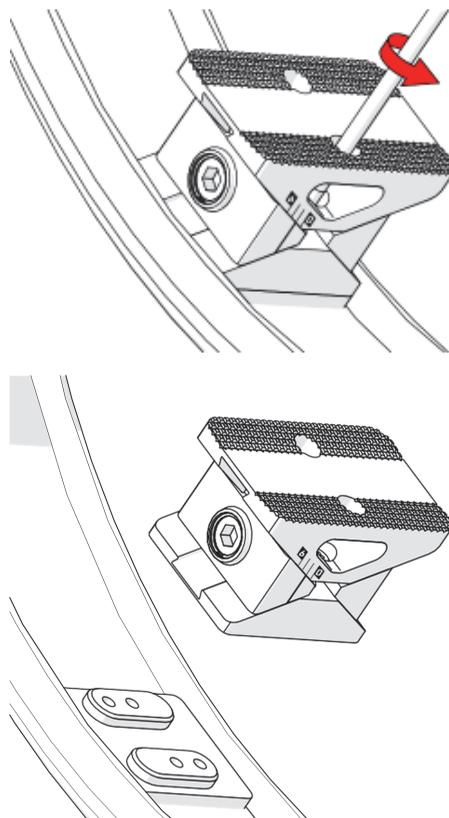

Figura 1-16 Extracción del pie
1. Afloje los dos tornillos hexagonales con un des[tornillador] hexagonal de 4 mm (ver Figura 1-16 en la página 38).